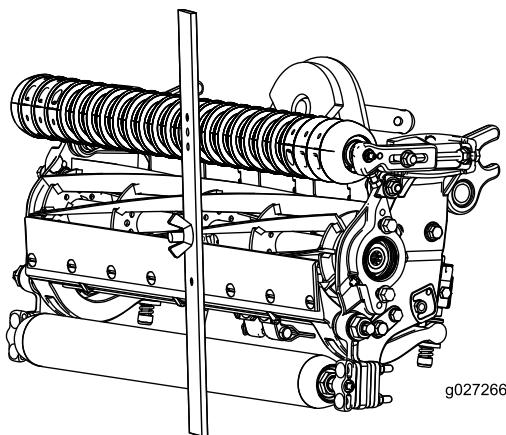

Figura 17
- Prenda a cabeça do parafuso à extremidade cortante da lâmina de corte e apoie a extremidade traseira da barra no rolo traseiro (Figura 17).